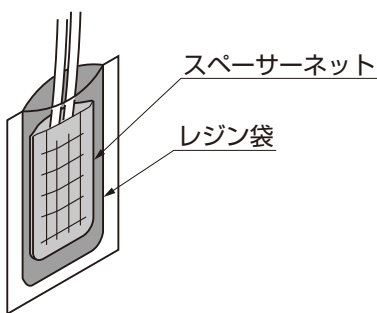

図3-8
- ⑤混合したレジン袋の封を切り、スペーサーネットが見えなくなるまで入れてください。(図3-8参照)